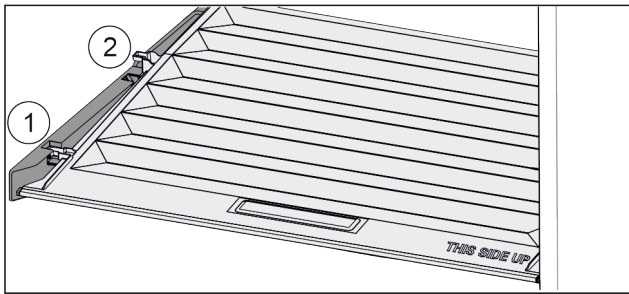

Fig. 98
- ▶ Tirer le couvercle vers l'avant jusque dans l'orifice des pièces de retenue Fig. 98 (1).
- ▶ Le soulever par le bas à l'arrière et le sortir par le haut Fig. 98 (2).